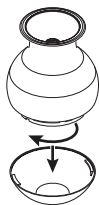

Figura 2
- Gire la parte inferior de la campana en sentido antihorario para retirar la tapa del control (vea la Figura 2).